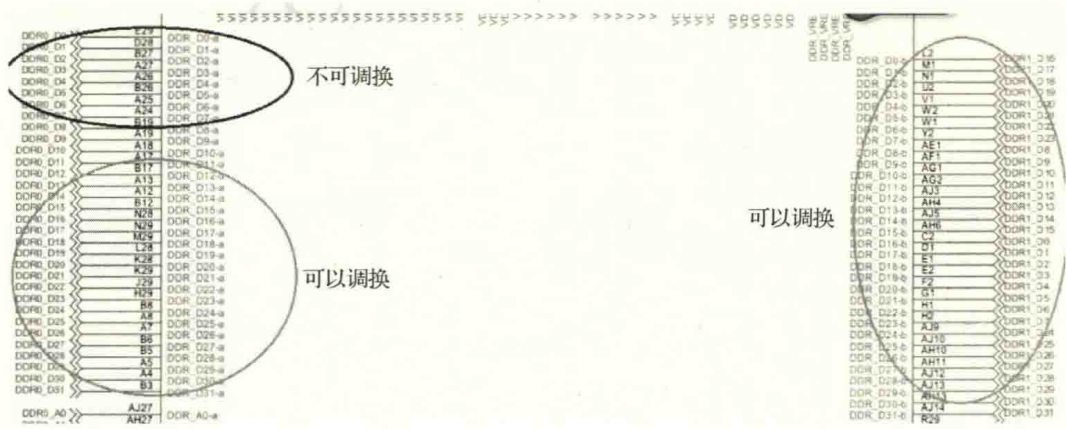

图 14-20 LPDDR2 的信号调换情况说明
(1) 地址线、控制线与时钟线归为一组，是因为地址线和控制线在 CLK 的下降沿由 DDR 控制器输出，DDR 颗粒在 CLK 的上升沿锁存地址线、控制线总线上的状态，所以需要严格控制 CLK 与地址线、控制线之间的时序关系，确保 DDR 颗粒能够获得足够的、最佳的建立 / 保持时间。
(2) 地址线、控制线不允许相互之间进行调换。
(3) LPDDR2 通道 0 的 GA 不能进行组内调换及组间调换, 要求一一对应连接到颗粒的 A 或 B 通道的 D0~D7, 其余数据线 (GB、GC、GD) 可以进行组内调换 (如 DDR0\_D8~D15 随意调换顺序), 或者进行组间调换 (如 GB 与 GC 整组进行调换); 通道 1 的所有组可以根据实际需要进行组内调换或组间调换, 如图 14-20 所示。